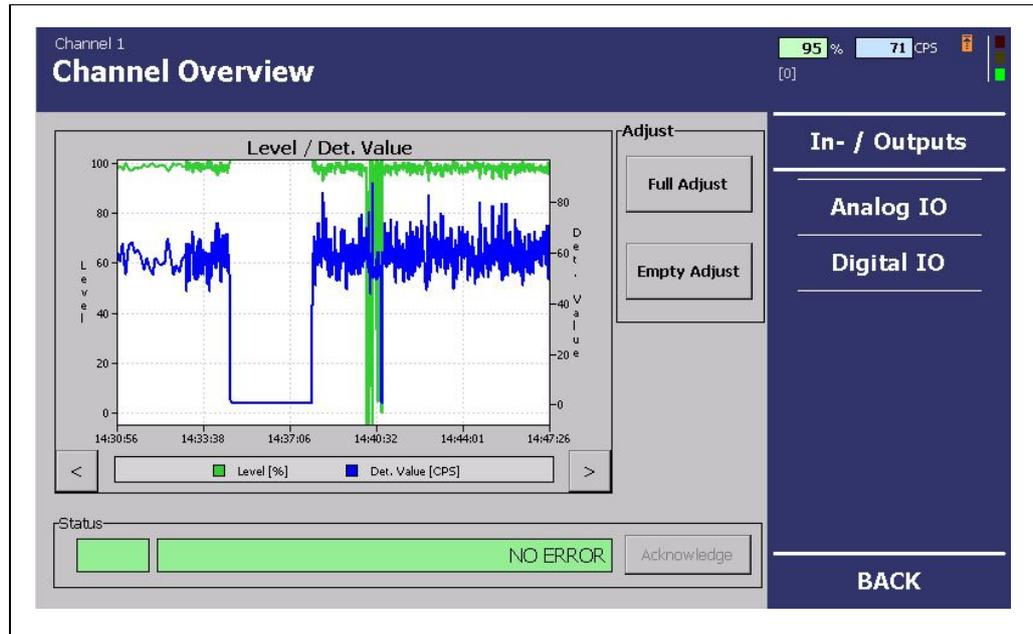

Abb. 66 Menü „Kanalübersicht“, Einstellungen - Ein-/Ausgänge
Im Untermenü „Test“ können Sie testweise einen eigenen Stromwert eingeben (Abb. 66, Pos. 4). Solange dieser Teststrom wirksam ist, wird der Hintergrund des Eingabefelds rot dargestellt. Im Anzeigefeld „Aktuell“ wird der aktuelle Strom angezeigt. Dieser Wert kann nicht verändert werden.
1. Klicken Sie im Menü „Kanalübersicht“ auf **Ein-/Ausgänge | Analog IO | Test** (Abb. 66, Pos. 2).
2. Klicken Sie in das Eingabefeld (Abb. 66, Pos. 4).
- ▶ Der Testmodus wird gestartet (Abb. 66, Pos. 1).